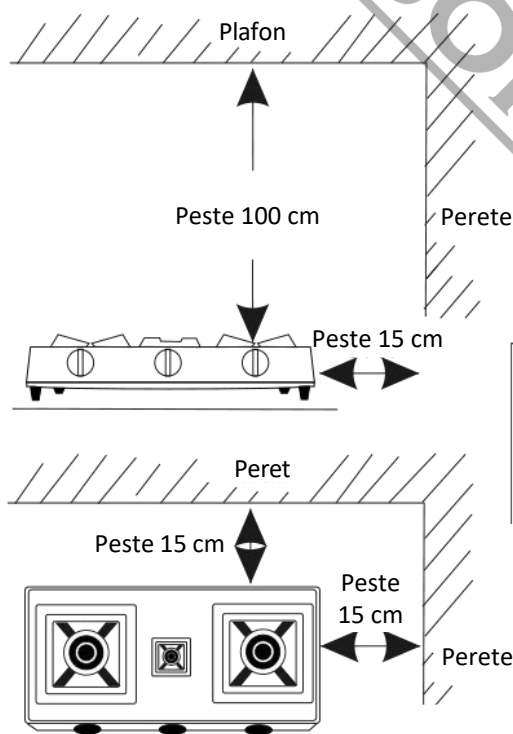

Fig. 14
8. Atunci când alegeți un loc pentru a pune aragazul cu gaz, asigurați-vă că alegeți un loc care este ferm și nivelat. Aragazul cu gaz are nevoie de mult spațiu și aer. Lăsați cel puțin 15 cm de spațiu pe laterale și 100 cm deasupra aparatului. (Fig. 14) dacă spațiul este mai mic de 15 cm față de pereții inflamabili, asigurați-vă că furnizați o placă termoizolantă. De asemenea, asigurați-vă că țineți hârtia, uleiul și toate celelalte obiecte inflamabile la distanță de aragazul cu gaz.